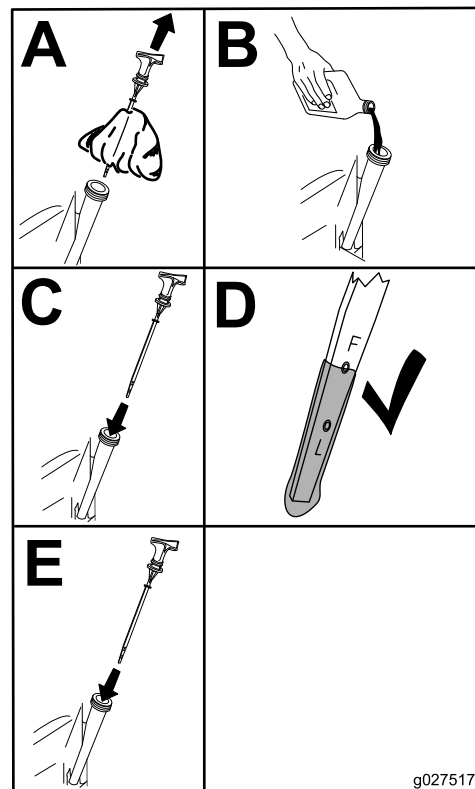

Figura 39
5. Vierta lentamente un 80% aproximadamente de la cantidad especificada de aceite por el tubo de llenado (Figura 39).